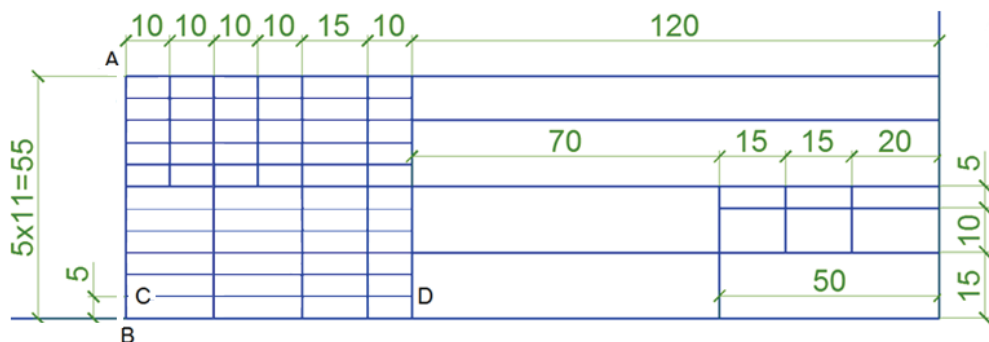

Рис. 96. Размеры основной надписи по форме 3
1. Начертим в правом нижнем углу формата А3 основную надпись формы 3 (рис. 96) в соответствии с ГОСТ Р 21.1101–2009, затем копируем основную надпись на формат А4 и А2.
3. Используя команду Копировать , начертим вертикальные отрезки в основной надписи (по размерам, указанным на рис. 96). Установим текущим слой толстая. Режим ОРТО включен.
КОПИРОВАТЬ Выберите объекты: выберите отрезок АВ (рис. 96).
**КОПИРОВАТЬ** Базовая точка или [**Перемещение режим**] <Перемещение>: укажите точку В (см. рис. 96) как базовую точку копируемого объекта.
4. Начертим горизонтальные тонкие линии в левой части основной надписи в соответствии с рис. 96.
Переместим ПСК в точку В (см. рис. 96) основной надписи.
Установим текущим слой Тонкая и начертим горизонтальный отрезок CD (см. рис. 96), используя команду Отрезок  **Отрезок**, панели Рисование, вкладки Главная. Включим Режим ОРТО , Объектную привязку , Нормаль .
6. Установим текущим слой толстая. Используя команду Отрезок  **Отрезок**, панели Рисование, вкладки Главная, начертим все линии основной надписи в соответствии с рис. 96.
Изображение основной надписи после выполнения команды Обрезать приведено на рис. 96.